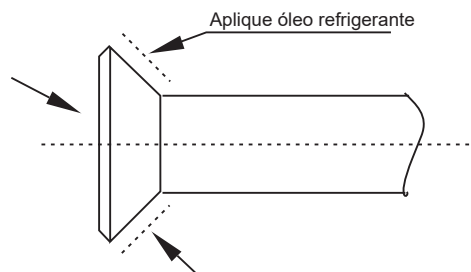

Figura 30
- Antes da tampa do flange ser instalada no flange do tubo, aplique um pouco de óleo refrigerante no flange (dentro e fora) e, em seguida, gire-o três ou quatro vezes antes de apertar a tampa. Consulte a Figura 30.